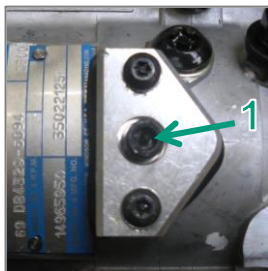

Abb. 8
- 3.1 Lösen Sie die Schraube 1 (Abb. 8) und führen Sie das Spezialwerkzeug (VM 6 848 0019) ein. Drehen Sie an der Pumpe, bis der Stift eingreift. (= 1. Zylinder Kompressions-OT)